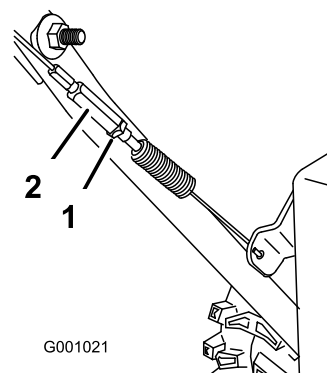

Figura 33
3. Serrate il controdamo (Figura 33).